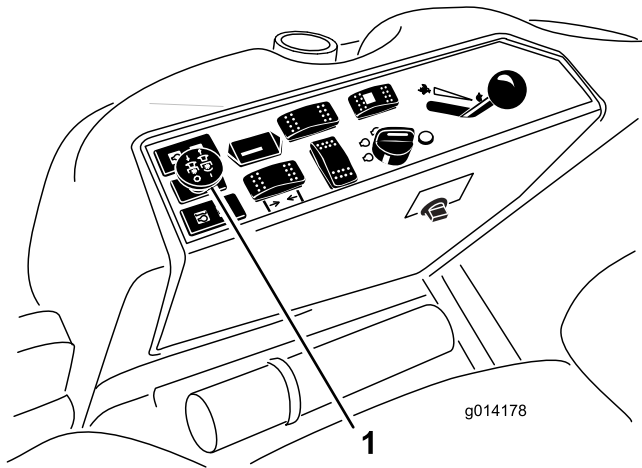

Рисунок 21
3. Чтобы включить механизм отбора мощности, потяните вверх переключатель РТО (Рисунок 21).